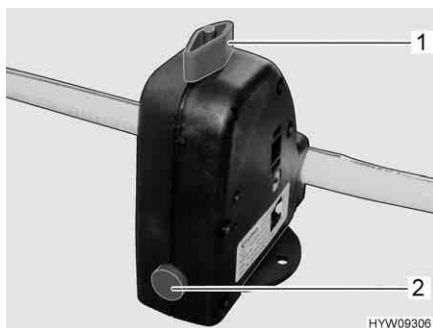

Fig. 78 Valvola di sicurezza/di scarico (boiler)
Il boiler è dotato di una valvola di sicurezza/di scarico (Fig. 78). La valvola di sicurezza/di scarico impedisce che l'acqua congeli nel boiler in presenza di basse temperature esterne, quando il riscaldamento dell'autocaravan non è acceso.
- Chiudere la valvola di sicurezza/di scarico. A tal fine ruotare la manopola (Fig. 78,1) verticalmente rispetto alla valvola di sicurezza/di scarico e premere verso l'interno il bottone automatico (Fig. 78,2).
- Aprire la valvola di sicurezza/di scarico. A tal fine ruotare la manopola (Fig. 78,1) nel senso della lunghezza della valvola di sicurezza/di scarico. Il bottone automatico (Fig. 78,2) scatta all'infuori. Il boiler viene svuotato verso l'esterno tramite la valvola di sicurezza/di scarico.